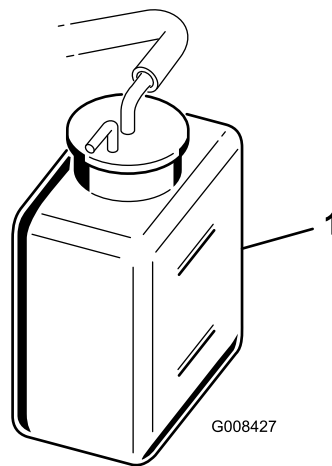

Figura 28
2. Compruebe el nivel de refrigerante (Figura 28).